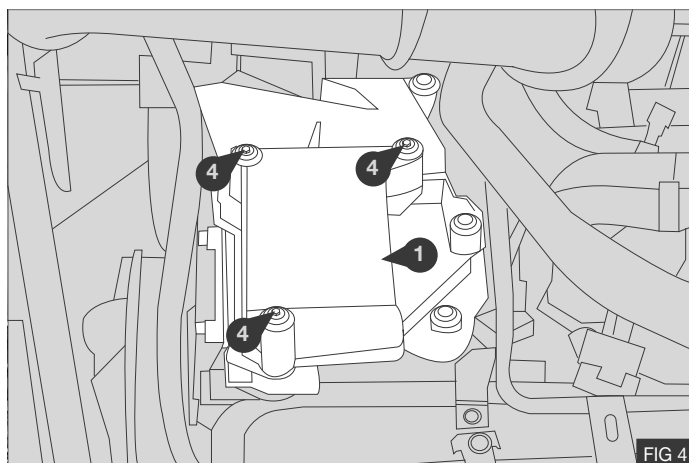

FIG 4
1. Bringen Sie den gelieferten Kompressormontageträger (1) am Motor an, indem Sie die Schrauben (4) verwenden - Fig 4.
2. Ziehen Sie die Schrauben (4) mit einem Drehmoment von 44 Nm an - Fig 4.
1. Entfernen Sie die Montageansätze ④ vom Kompressor - Fig 4.